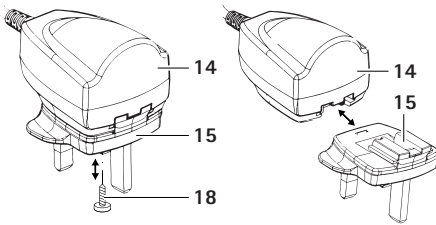

Fig. 3
- Desserrer la vis de fixation 18 de l'adaptateur 15, voir Fig. 3.
- Pousser l'adaptateur 15 sur le bloc d'alimentation 14 jusqu'à ce que le verrouillage 16 s'enclenche, voir Fig. 3.